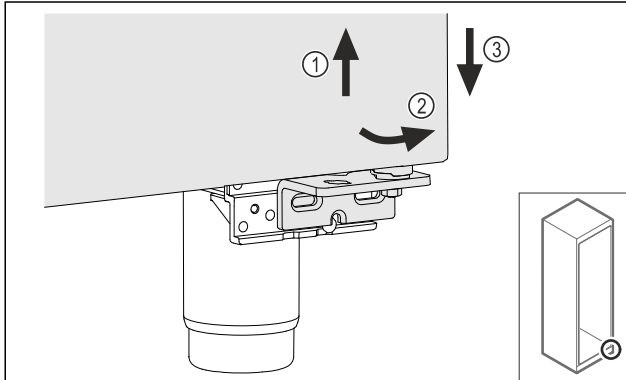

Fig. 19
- Soulever légèrement la porte Fig. 19 (1), la faire basculer vers l'avant Fig. 19 (2) et l'abaisser Fig. 19 (3).